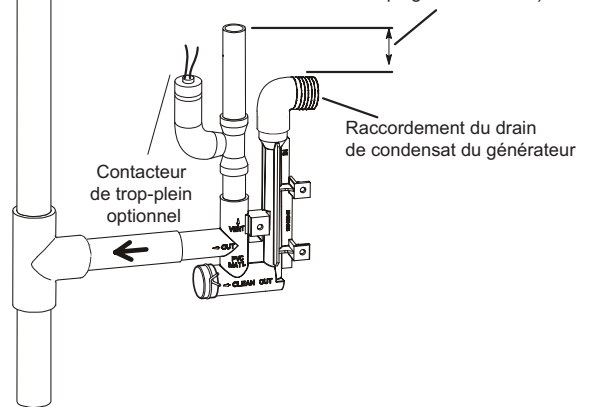
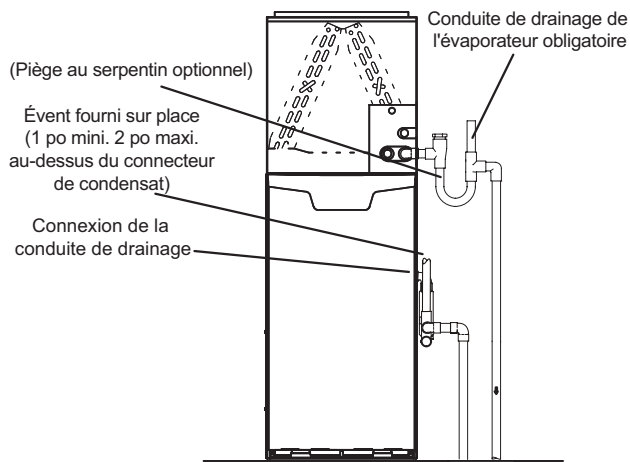
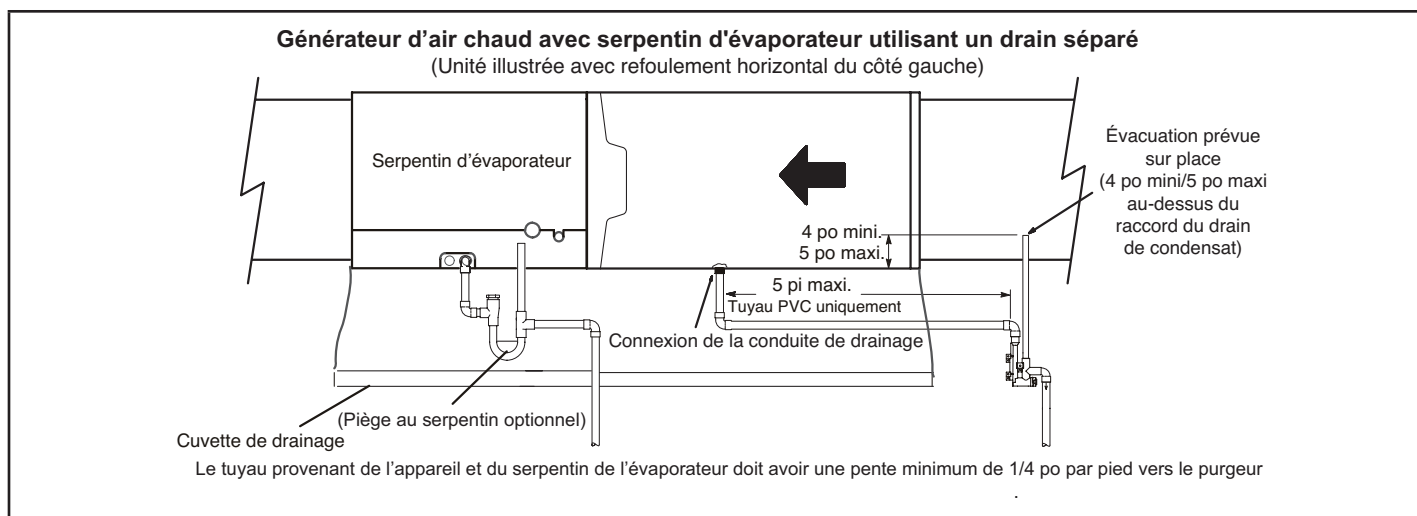
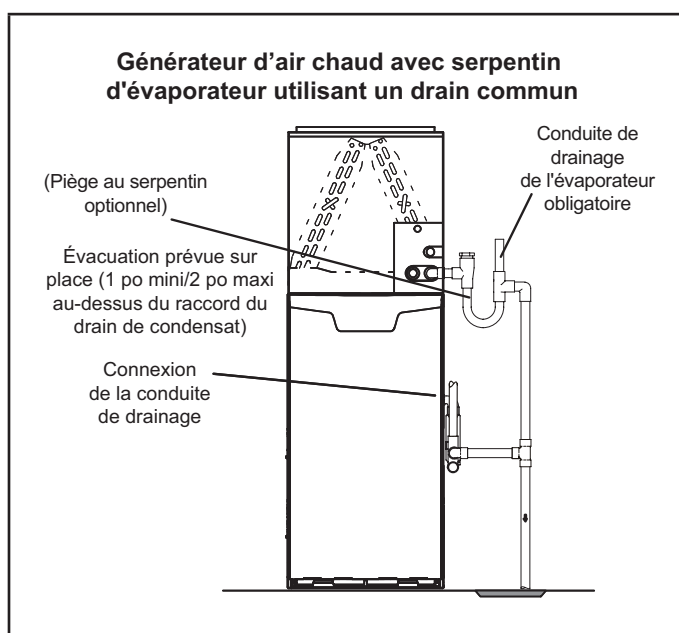

Figure 50
Figure 49
Figure 51
Figure 52
- 5 - La Figure 49 et la Figure 51 montrent l'appareil et le serpentin d'évaporateur utilisant un drain séparé. Si nécessaire la conduite de condensat de l'appareil et celle du serpentin d'évaporateur peuvent s'écouler ensemble. Reportez-vous à la Figure 50, la Figure 52 et la Figure 53. **Configuration ascendante Figure 52** - L'évacuation fournie sur place doit avoir une longueur comprise entre 1 po minimum et 2 po maximum au-dessus du raccord de sortie du drain de condensat. Toute longueur supérieure à 2 po peut provoquer la submersion de l'échangeur de chaleur si la conduite de vidange principale combinée était obstruée. **Configuration horizontale (Figure 53)** - L'évacuation fournie sur place doit avoir une longueur comprise entre 4 po minimum et 5 po maximum au-dessus du raccord de sortie du drain de condensat. Toute longueur supérieure à 5 po peut provoquer la submersion de l'échangeur de chaleur si la conduite de vidange principale combinée était obstruée.